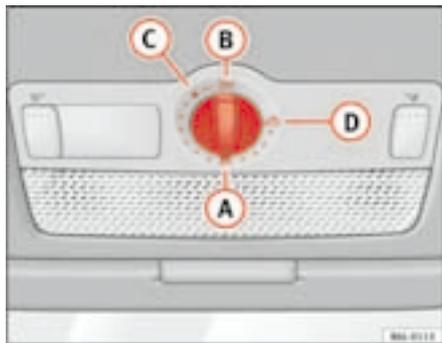

Fig. 54 Detalle del revestimiento interior del techo: mando giratorio del techo corredizo/ deflector
Si se abre el techo corredizo/ deflector repetidamente debido a la función antiaprisionamiento, sólo será posible volver a cerrarlo manteniendo el mando giratorio en la posición (A) ⇒ fig. 54 hasta que se cierre completamente. **Tenga en cuenta que, en este caso, el techo corredizo / deflector se cierra con la función antiaprisionamiento desactivada.**